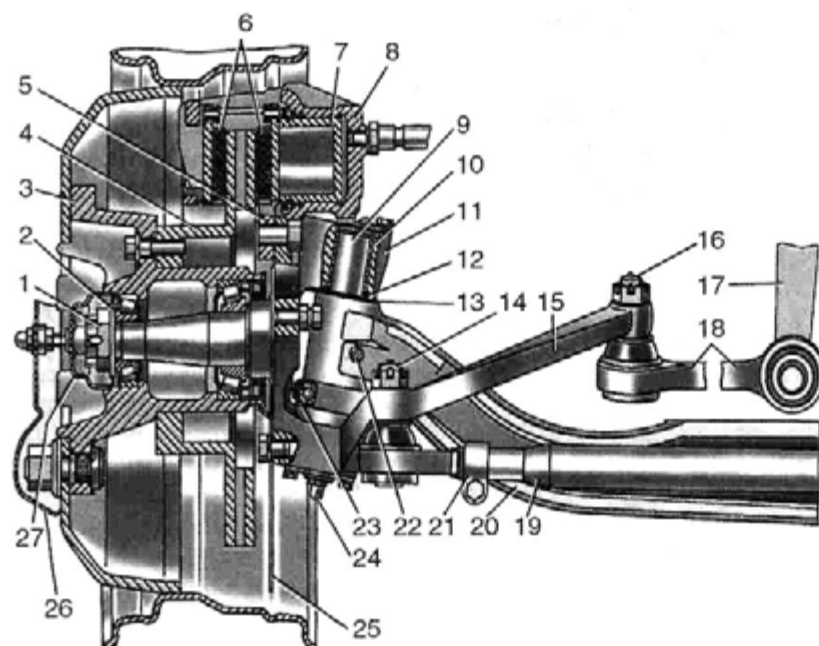

Рис. 6.23. Передняя ось:
Ступицы передних колес (рис. 6.23) вращаются на двух конических роликовых подшипниках, установленных на поворотном кулаке. Наружные кольца подшипника запрессованы в ступицу, а внутренние устанавливаются на кулак свободно. Во фланец ступицы запрессовываются шесть болтов, которыми крепятся колеса. Также на фланцах устанавливается диск тормозного механизма.
- поднять колесо домкратом так, чтобы шина не касалась плоскости опоры, снять колпак 26 (см. рис. 6.23) колеса, снять колпак 27 ступицы, расшплинтовать и ослабить на 1/2 оборота регулировочную гайку 1, проверить легкость вращения колеса. В случае торможения колеса устранить причину;
- снять декоративный 26 и внутренний 27 колпаки ступицы (см. рис. 6.23);
Передняя ось (см. рис. 6.23) состоит из штампованной балки двутаврового сечения, соединенной с поворотными кулаками с помощью шкворней. Шкворни имеют в центре лыску и застопорены в отверстиях балки клиновыми штифтами. Вертикальные нагрузки от поворотных кулаков на балку передаются шариковыми
Обслуживание и уход за передней осью и рулевыми тягами заключается в регулярной проверке надежности крепления и подтяжке пальцев рулевых тяг 14 и 16 (см. рис. 6.23), стопорных штифтов 22, шкворней болтов стяжных хомутов 21 поперечной рулевой тяги; периодической смазке шкворневого соединения; проверке люфта
- ослабить болты стяжных хомутов *21* (см. рис. 6.23);
Шкворень *9* и втулка *10* (см. рис. 6.23) заменяются тогда, когда их суммарный износ достиг величины 0,5 мм. Шкворень и втулки можно заменить, не снимая переднюю ось с автомобиля, в такой последовательности: